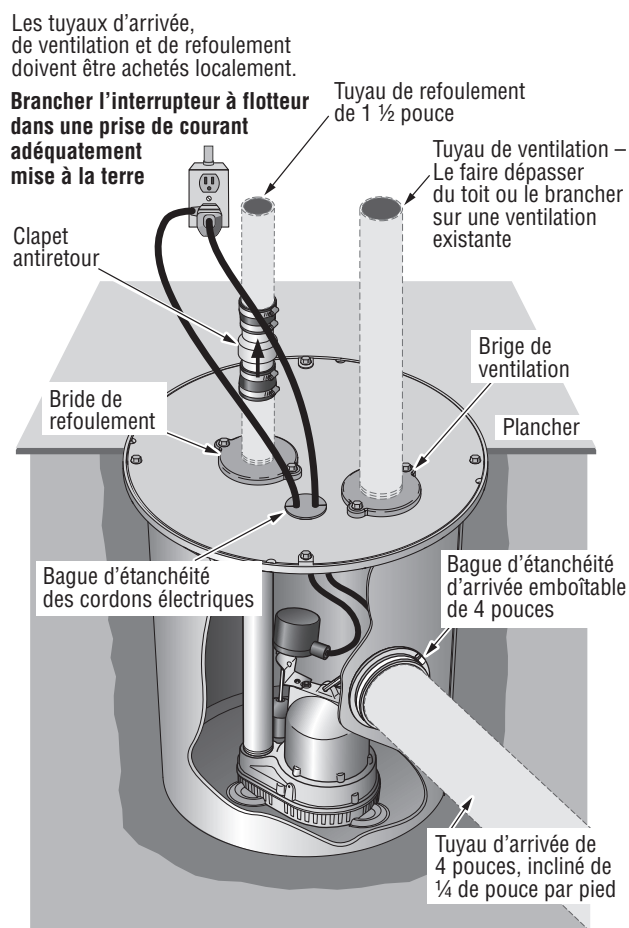

Figure 1 – Installation type
## Instructions pour l'installation. Se reporter à la Figure 1.
1. Creuser un trou pour le collecteur et la couche de fond. Le trou doit être suffisamment profond pour que le haut du collecteur affleure le niveau du sol fini. Se reporter à la Figure 1.
11. Poser le clapet antiretour de 1-1/2 po (fourni) sur le tuyau de refoulement. Se reporter à la Figure 1. S'assurer que la flèche frappée sur le clapet indiquant le sens du débit est orientée à l'opposé de la pompe. Ce clapet empêchera l'eau de retomber dans le collecteur pendant que la pompe est arrêtée.